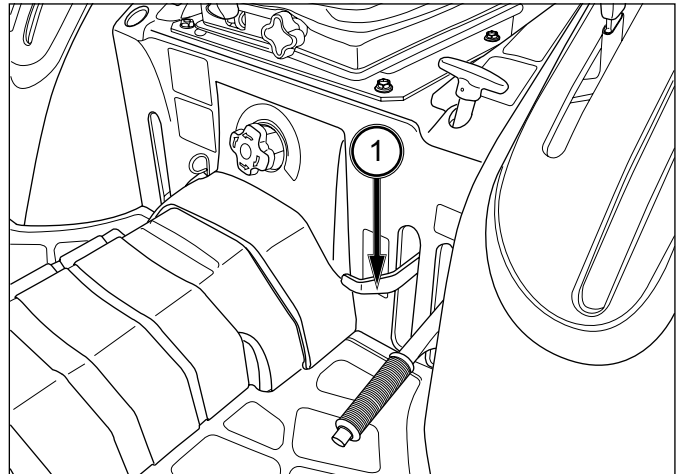

FIG. 4-20
FIG. 4-20: Quand le levier de blocage de différentiel, (1), est abaissé, les deux arbres d'entraînement sont verrouillés pour assurer une motricité identique aux deux roues arrière. Le blocage de différentiel est surtout intéressant pour rouler sur un sol meuble ou un terrain glissant. (Transmission mécanique)